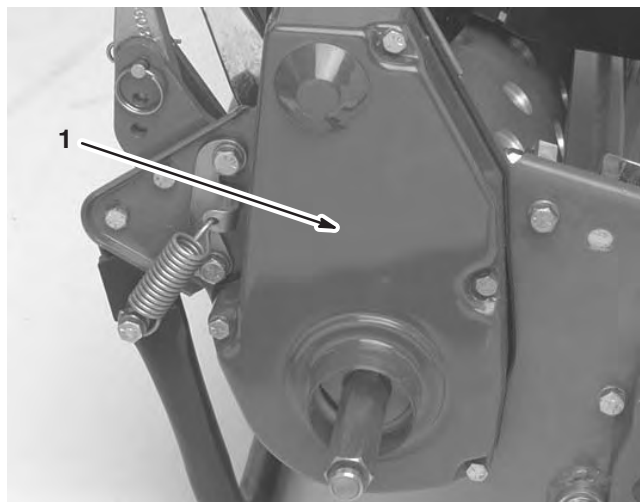

Figure 36
1. Retirez les vis de fixation du couvercle de la courroie et déposez le couvercle pour exposer la courroie (Fig. 36).